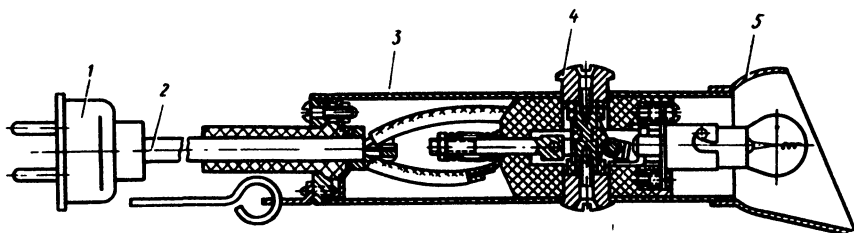

РИС. 212. ПЕРЕНОСНАЯ ЛАМПА:
6. Переносная лампа ПЛТ-67-А с лампой 28 В 10 Вт (рис. 212), используется для освещения при обслуживании машины при выполнении регулировочных и ремонтных работ. Штепсельная розетка для включения переносной лампы находится на специальном щитке. Питание розетки осуществлено по двухпроводной схеме, т.е. переносная лампа может гореть как при включенном, так и при выключенном выключателе батареи.